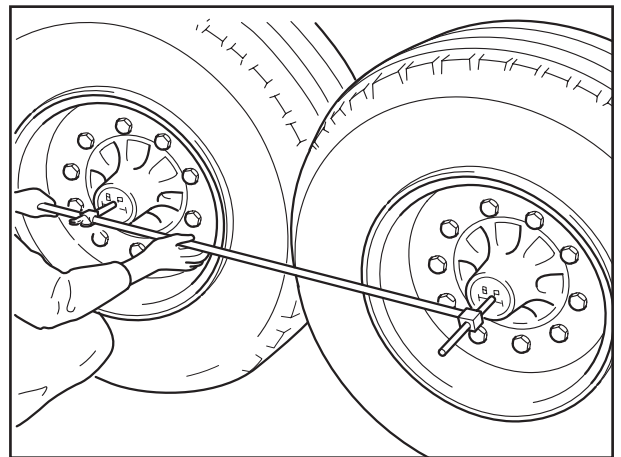

Fig. 8
- Bei neuen Nabenkapseln (eingepprägtes ® oder ECO unter dem BPW- Zeichen) (Fig. 8) Kapseln montieren, siehe Arbeitsschritt 13.
- Das Dreieck (Δ) im BPW-Zeichen liegt zentrisch, wenn unter dem BPW-Zeichen ein ® oder ECO eingepprägt ist (Fig. 8).
- In the case of new hub caps (embossed ® or ECO under the BPW logo) (Fig. 8), install hub caps, see step 13.
- The triangle (Δ) in the BPW logo is located in the centre if an ® or ECO is stamped below the BPW logo (Fig. 8).
- En présence de nouveaux capuchons de moyeux poinçonnés avec un ® ou ECO sous le sigle BPW (fig. 8), monter ceux-ci selon opération 13.
- Sur les capuchons le triangle (Δ) dans le sigle BPW constitue le centré (fig. 8).